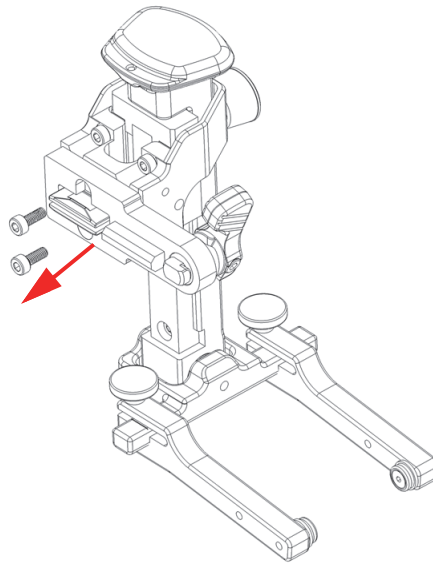

Figura 2-19 Rimozione di due viti
1. Rimuovere le due viti nella staffa dei bracci con meccanismo a molla con una chiave a brugola da 2,5 mm (Figura 2-19 a pagina 56).